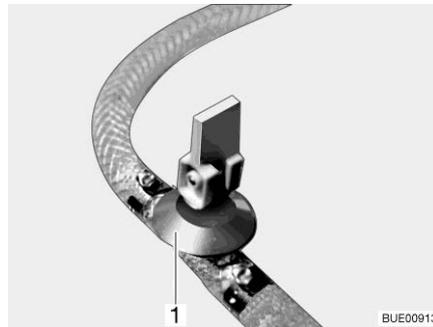

Fig. 192 Rubinetto di scarico (con leva a bilanciante)
- Chiudere tutti i rubinetti di scarico. A tale scopo, posizionare la leva a bilanciante del rubinetto di scarico (Fig. 192,1) in orizzontale.